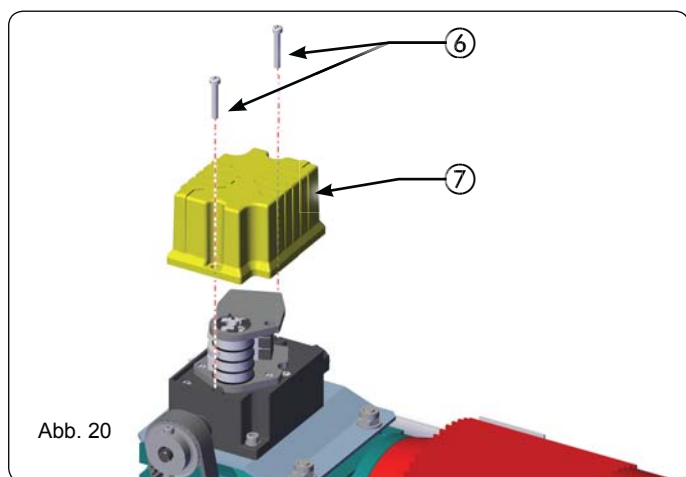

Abb. 20
2. Die Schrauben ausdrehen und das Gehäuse des Endanschlagaggregats abnehmen (Abb. 20 Bez. ⑥ ⑦).